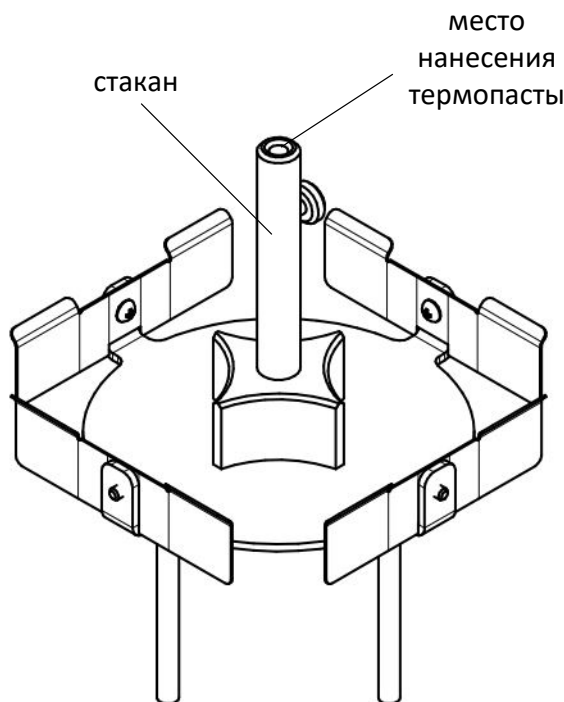

Рисунок 3 – Подготовка к проверке погрешности измерения температуры - Шаг 3
9.6.4 Нанести термопасту внутрь стакана (см. рисунок 3).